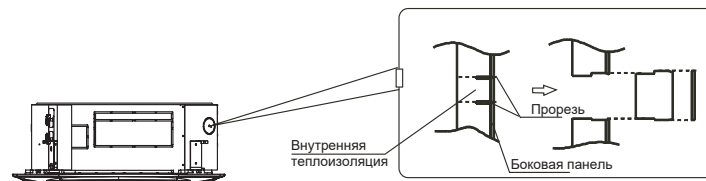

Рисунок 5-4
- Вырежьте изоляционный материал внутри корпуса по размеру отверстия. (см. Рисунок 5-4)